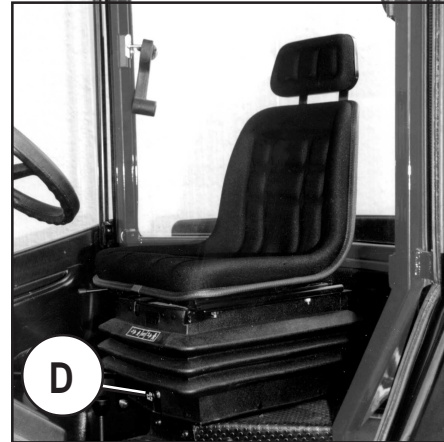

Fig. 21
Ved forespørgsel herom kan førersædet udstyres med en pneumatisk anordning (fig. 21). Indstilling sker ved hjælp af håndtaget (D): når der trykkes på håndtaget, hæves sædet, og når der trækkes i håndtaget, sænkes sædet.